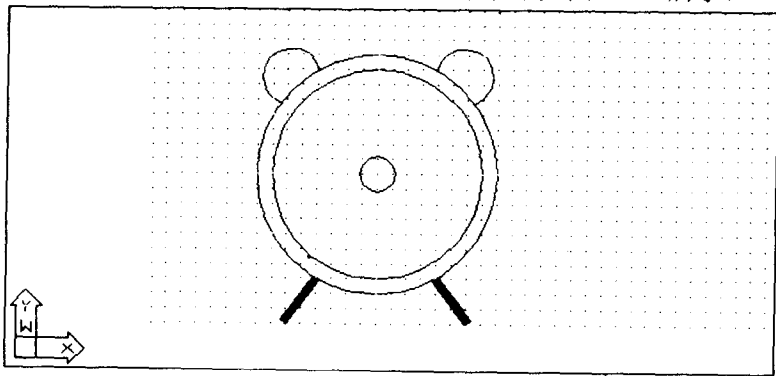

图 1-2-6 加上支脚
(7) 绘制闹铃的两个支脚。这需要用到带宽度的直线绘制命令 `trace`。直接从命令行输入 `trace` 命令。系统首先询问直线的宽度, 输入 “5”, 回车确认, 表示将绘制宽度为 5 的直线。系统接下来要求输入直线的起点, 在轮廓圆左下角圆上的合适位置单击, 确定出直线的起点。系统继续询问直线的终点, 在轮廓圆左下角圆外的合适位置上单击, 即绘制出第一个支脚, 用回车结束 `trace` 命令。接下来我们用 `mirror` 命令做出另一个支脚。从命令行输入 `mirror` 命令后, 选择刚绘制出的直线作为被复制的对象, 单击闹钟轮廓圆正上方点作为对称轴起点, 单击闹钟轮廓圆的正下方的点作为对称轴终点。系统最后询问是否删除原对象, 直接回车即可。`mirror` 命令结束后, 图形效果如图 1-2-6 所示。